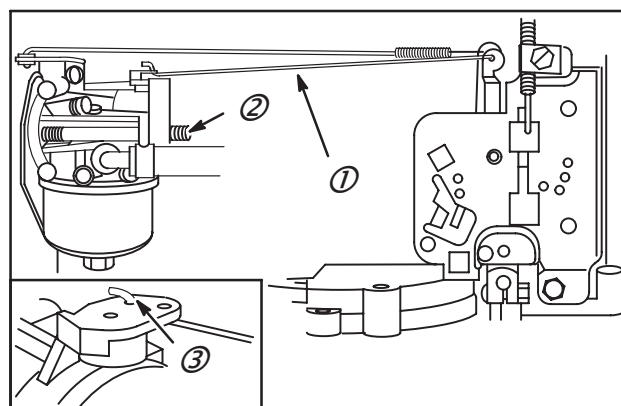

Fig. 120
1. Placer l'extrémité en "Z" de la biellette (1) dans le trou interne de la chape du levier de starter (3), Fig. 120.
3. Serrer les goujons au couple de 7 Nm, Fig. 120.